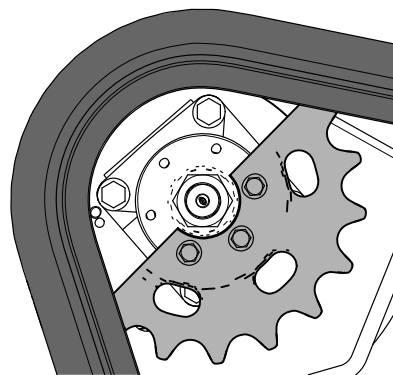

Figura 63
11. Mueva el control de tracción hacia delante hasta que la otra mitad del piñón de arrastre no esté acoplado con la oruga (Figura 63).